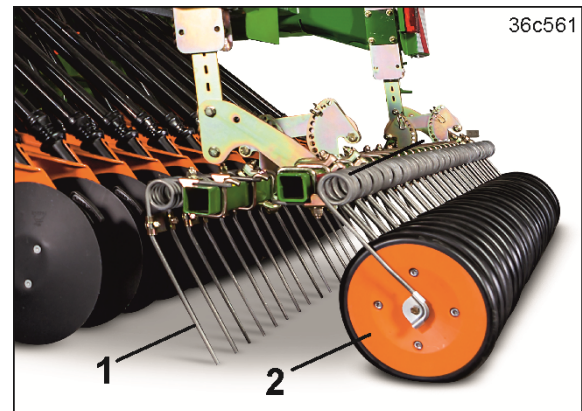

Рис. 88
- зуби штригеля (Рис. 88/1)
- притискні ролики (Рис. 88/2).